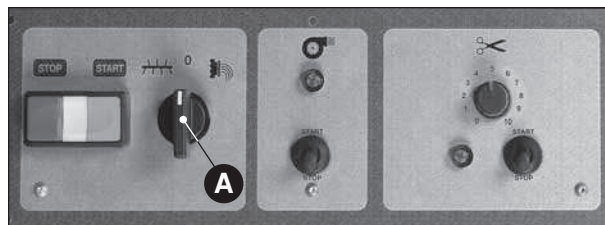

Fig. 2
- placer le sélecteur sur "0" (**Fig. 2 A**), s'assurer que la vis de sélection est correctement montée, la partie cylindrique devant être appuyée contre l'arbre d'entraînement;
Si la farine s'amalgame en formant des boules, cela indique qu'on a versé trop de liquide. **Dans ce cas**, avant de tourner l'interrupteur (**Fig. 2 A**) **DE LA PATE A LA FILIERE**, ajouter un peu de farine et laisser pétrir encore un peu. Si la farine ne forme pas de boules mais reste très poudreuse, ajouter encore un peu d'eau.